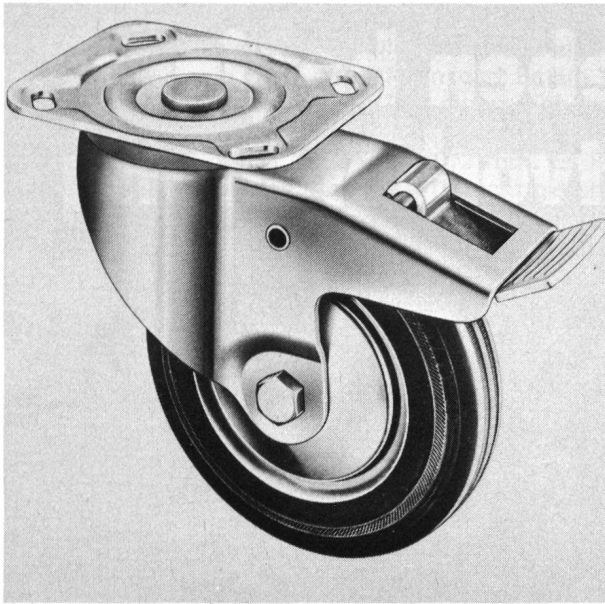

Abb. 2
2. Sowohl Blockier- als auch Lösebetätigung erfolgt durch Druck von oben, so dass nicht mühsam ein Hebel mit der Schuhkappe nach oben gedrückt werden muss. (Abb. 2)